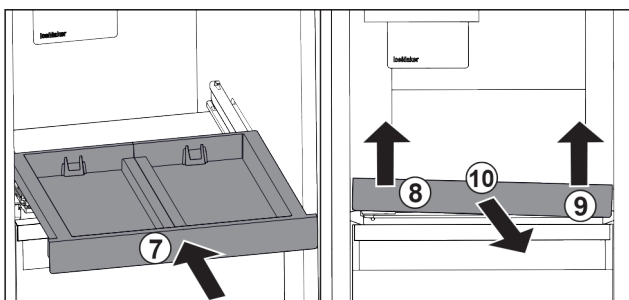

Fig. 120
- ▶ Inserire il ripiano estraibile. Fig. 120 (7)
- ▶ Sollevare il ripiano estraibile dalla parte anteriore a sinistra. Fig. 120 (8)
- ▶ Sollevare il ripiano estraibile dalla parte anteriore a destra. Fig. 120 (9)
- ▶ Rimuovere il ripiano estraibile tirandolo in avanti. Fig. 120 (10)